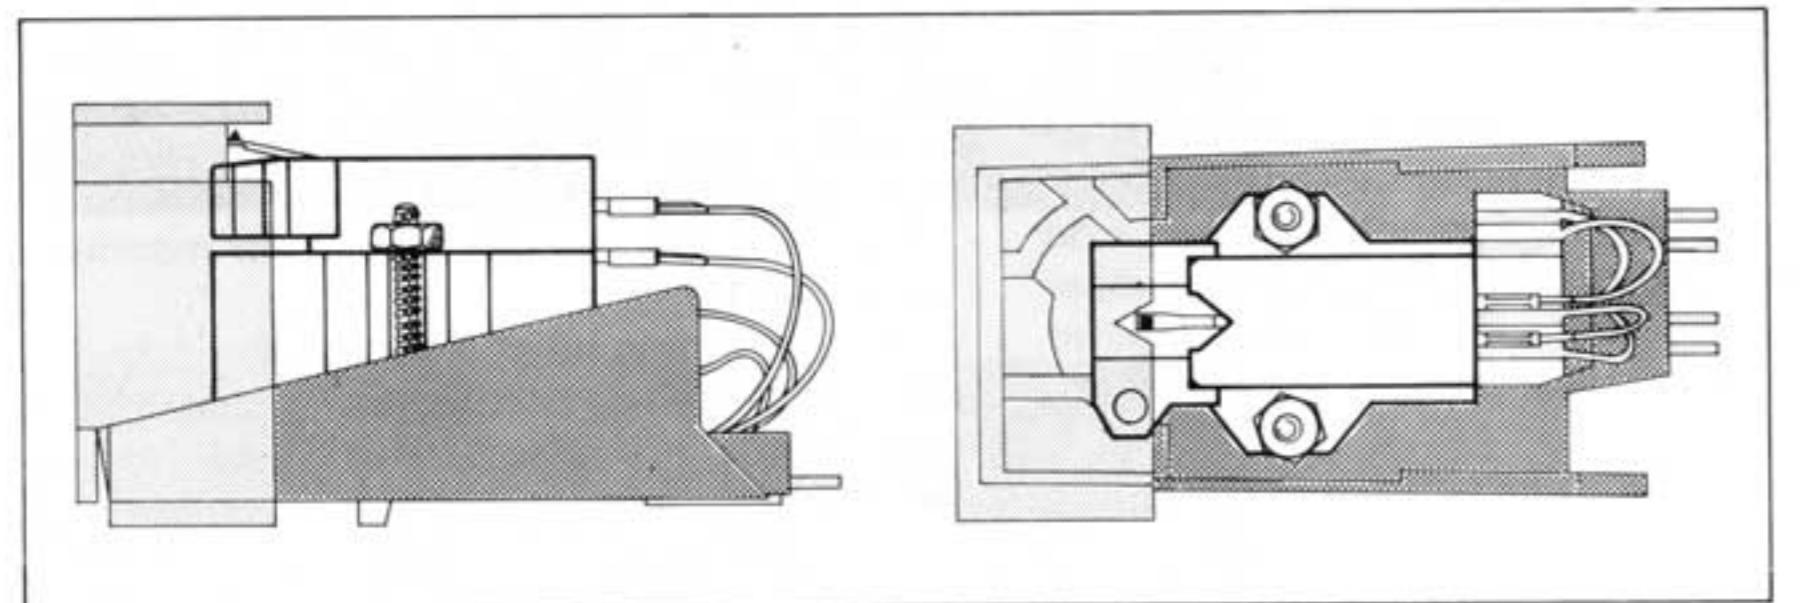

Fig. 11
1. Zur Montage des Tonabnehmersystems lösen Sie den Systemträger (3) vom Tonarm, indem Sie den Tonarmgriff (2) nach hinten drücken. Halten Sie dabei den Systemträger fest, da er nach Öffnen der Verriegelung herunterfällt.
2. Befestigen Sie das Tonabnehmersystem unter Verwendung des dem Tonabnehmersystem beigefügten Zubehörs auf dem Systemträger. Zu beachten ist, daß das Tonabnehmersystem mit der Systemlehre am geometrisch richtigen Ort für die Abtastnadelspitze im Systemträger montiert wird (Fig. 11).
1. To mount the cartridge, detach the cartridge holder (3) from the tonearm by pressing the tonearm lift (2) backward, while holding the cartridge holder with your hand to prevent its falling down when the lock is released.
2. Using the hardware provided, mount the cartridge on the cartridge holder. Use the gauge to make sure that the cartridge is mounted in the geometrically proper place in the cartridge holder (Note location of stylus tip in fig. 11).
1. Pour monter la cellule, retirez le porte-cellule (3) du bras en repoussant la poignée (2) du bras vers l'arrière. Maintenez en même temps le porte-cellule qui tombe après ouverture du verrouillage.
2. Fixez la cellule sur le porte-cellule en utilisant les accessoires joints à la cellule. A l'aide du gabarit, vérifiez que la cellule est montée à l'emplacement géométrique correct de la pointe dans le porte-cellule (Fig. 11).
1. Voor montage van het element de systeemhouder (3) van de toonarm losmaken, door de toonarmgreep (2) naar achteren te drukken. Hierbij de systeemhouder vasthouden, omdat deze anders valt.
2. Bevestig het element op de systeemhouder en gebruik voor de plaatsbepaling de meegeleverde hulpstukken, zodat de naaldpunt geometrisch in de juiste positie komt (Fig. 11).
1. Para el montaje del sistema fonocaptor se separa el portasistemas (3) del brazo, por medio de oprimir hacia atrás el asidero del brazo (2). Mantenga sujetado durante este proceso el portasistemas, ya que se caerá al procederse al desbloqueo.
2. Monte la cápsula en el portacápsulas utilizando los accesorios adjuntos a la cápsula. Tenga en cuenta que la cápsula deberá ser mantada en el punto geométrico correcto del portacápsulas con respecto a la punta de la aguja lectora, empleando un calibre correspondiente (fig. 11).
1. Vid byte av pick-up lossas monteringsbryggan (3) genom att tonarmsgreppet (2) föres bakåt. Håll i bryggan, så att pick-upen inte faller mot verkplattan och skadar nälen.
2. Montera den nya pick-upen i monteringsbryggan. Se till att nälspetsen hammar i rätt position, med hjälp av monteringsmallen (Fig. 11). Använd vid monteringen de tillbehör som medföljer skivspelaren. (Distansrör, skruvar och muttrar).